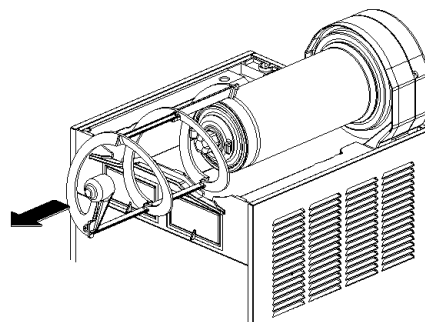
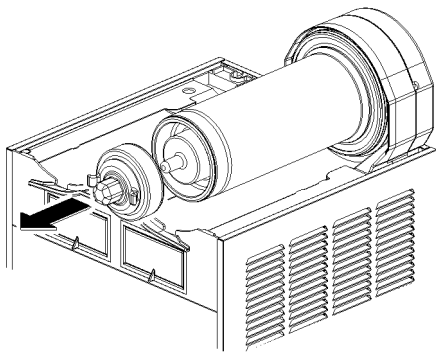

figure 8
figure 9
**3** Enlever de l'évaporateur la spirale extérieure (voir figure 8) puis Rotor magnétique extérieur complet (voir figure 9).